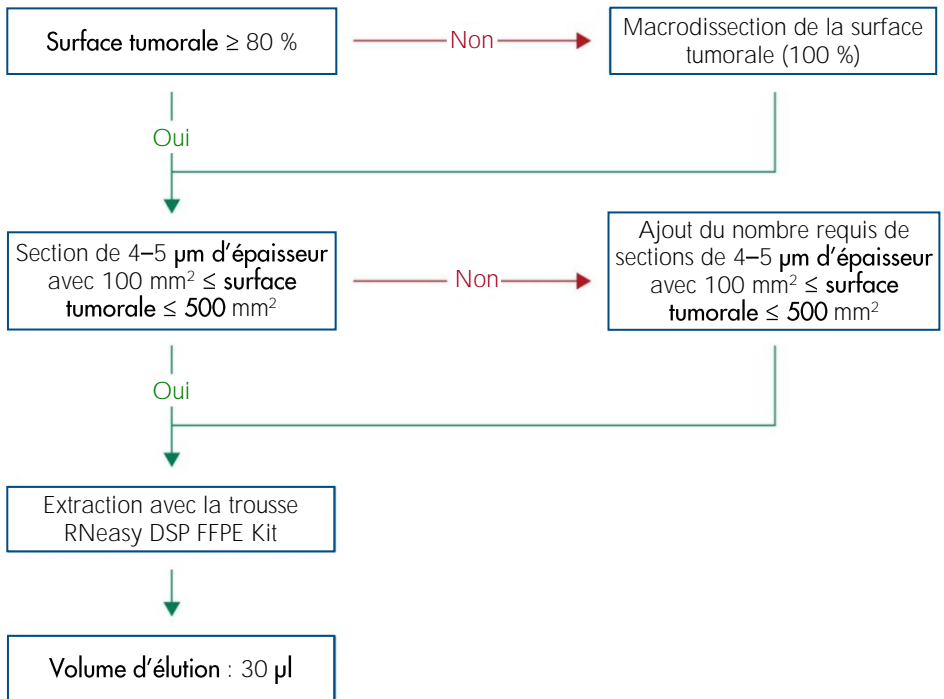

Figure 3. **Processus de purification d'un échantillon** FFPE clinique de tissu de CU à utiliser avec la trousse *therascreen* FGFR RGQ RT-PCR Kit.
- L'échantillon FFPE de départ requis est équivalent à une épaisseur de lame de 4 à 5 µm avec une surface tumorale totale comprise entre 100 mm² et 500 mm² (inclus). Il peut être créé en combinant le matériel de plusieurs lames (Figure 3).